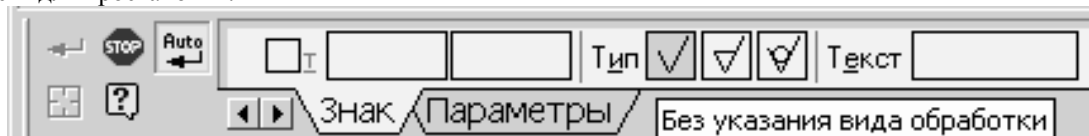
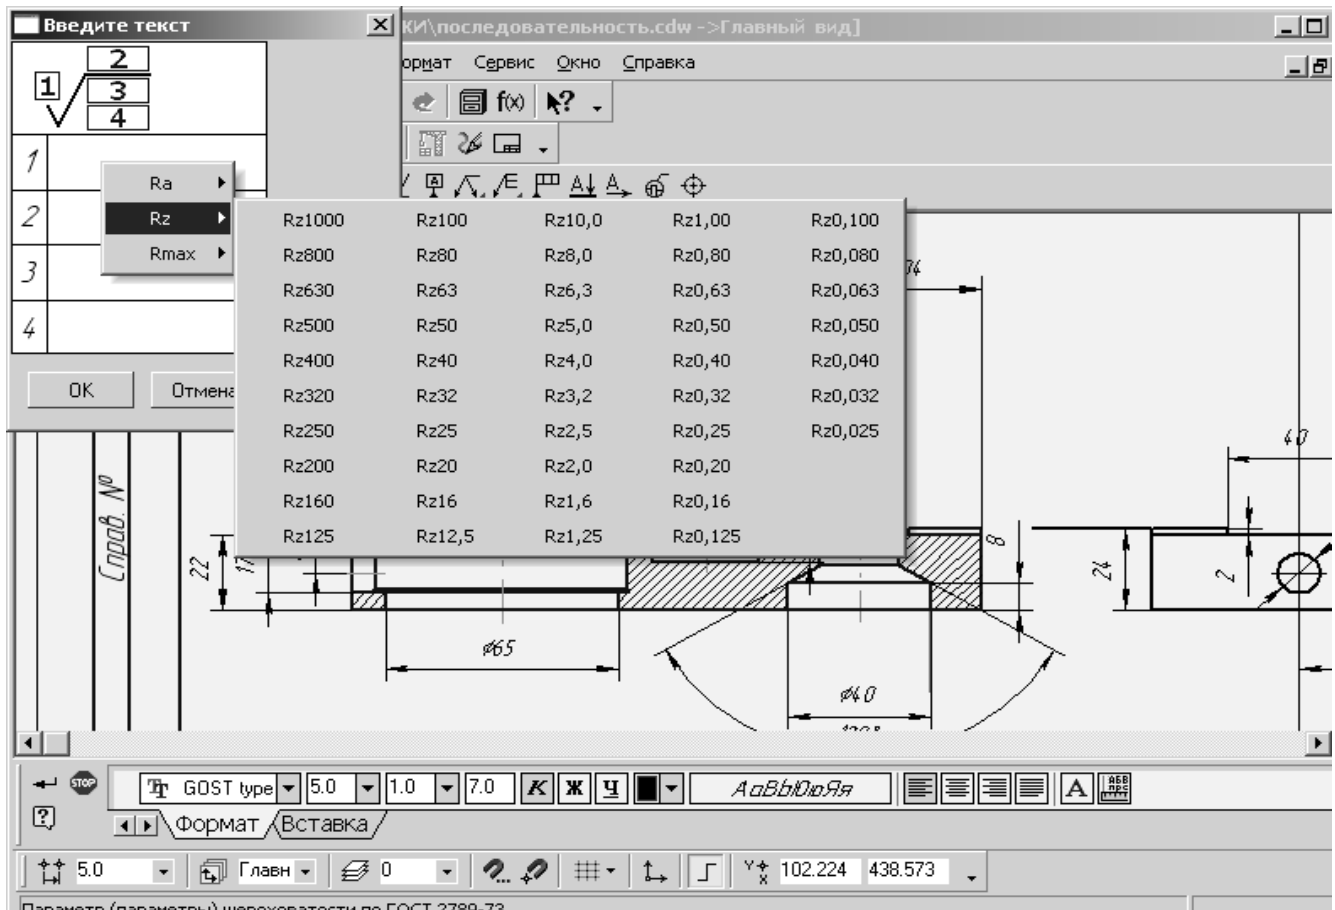

Рис.41.
Рис.42.
1. Активизировать главный вид для простановки шероховатости и допусков расположения. Для этого необходимо выполнить команду **Компактная панель**⇒**Обозначения**⇒**Шероховатость**. В **Панели свойств** указать **Тип** (рис.41). Указать поверхность для простановки шероховатости и нажатием левой кнопки мыши активизировать поле текст. В появившемся (рис.42) меню двойным нажатием левой кнопки мыши выбрать в первом поле вид параметра шероховатости для простановки и, выбрав конкретное значение, завершить команду. Повторяющиеся значения шероховатости на одном виде удобно делать подряд каждый раз указывая лишь поверхность для простановки.